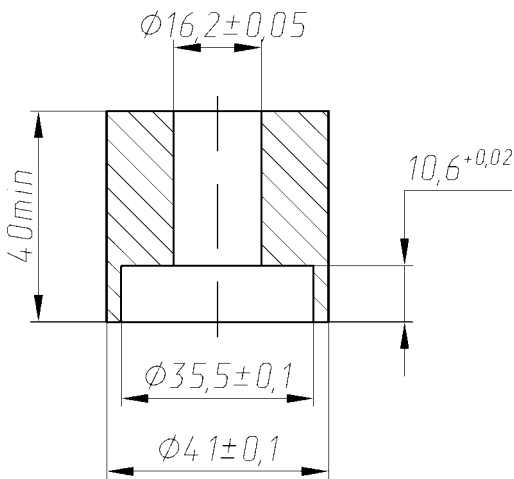
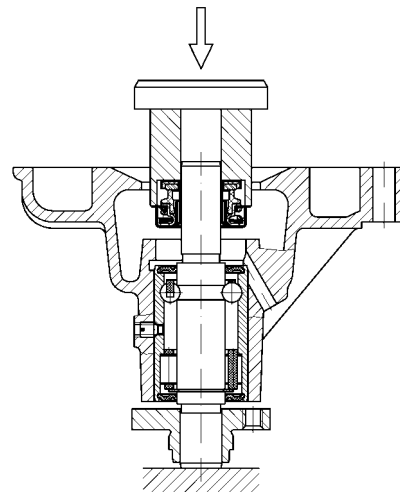

Рис.133. Оправка для запрессовки уплотнения
Рис.134. Запрессовка уплотнения водяного насоса
- с помощью оправки (рис.133) запрессовать уплотнение на вал подшипника и в корпус насоса, не допуская перекоса (рис.134). С помощью оправки обеспечивается необходимое сжатие пружины уплотнения;